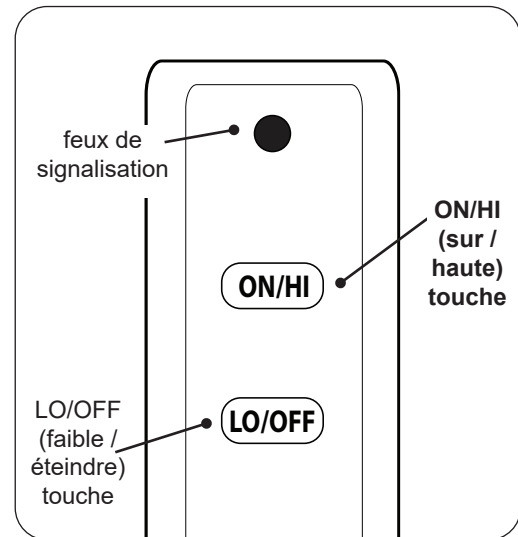

Fig. 28-1 Détail télécommande
- Localiser la télécommande et appuyez sur le touche **ON/HI** (voir Fig. 28-1). La séquence d'allumage commence.